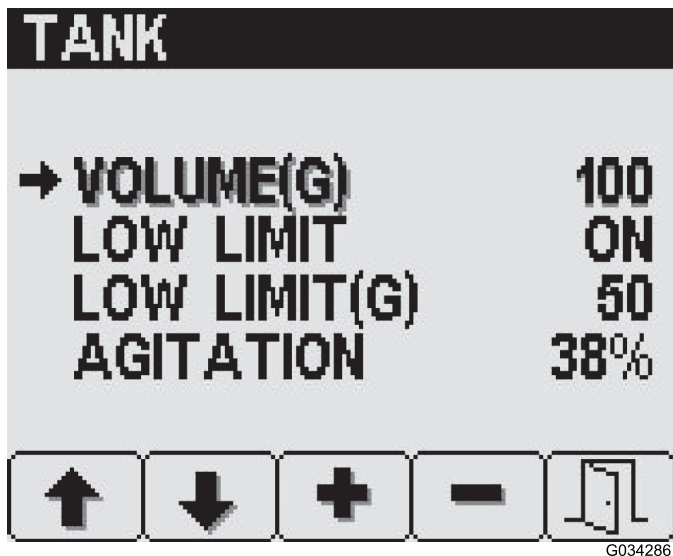

Figure 10
2. Appuyez sur le bouton 2 jusqu'à ce que l'option à modifier soit atteinte (Figure 10).
3. Utilisez les boutons 3 et 4 pour programmer la valeur souhaitée (Figure 10).